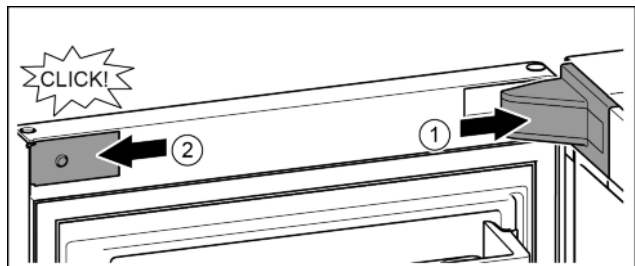

Fig. 19
- ▶ Nasadíte kryt ložiskovej konzoly a zaistíte, príp. opatrne roztlačíte. Fig. 19 (1)
- ▶ Z boku nasadíte a zaistíte kryt. Fig. 19 (2)